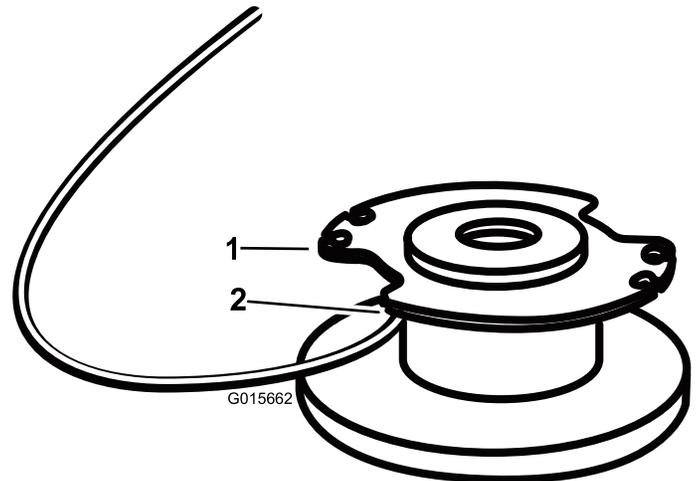

Figura 19
4. Inserte el hilo por el taladro de anclaje en la parte superior del carrete (Figura 19). Enrolle el hilo en el carrete en el sentido indicado por las flechas marcadas en el carrete.